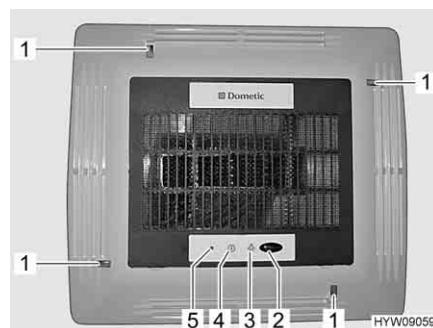

Fig. 138 Unità a soffitto
- Premere il tasto On/Off (Fig. 138,4) sull'unità a soffitto. Una pressione breve inserisce la modalità standby, una pressione lunga inserisce l'impianto di climatizzazione.
- Premere il tasto On/Off (Fig. 138,4) sull'unità a soffitto. L'impianto di climatizzazione è disinserito.
Il diodo luminoso (LED) (Fig. 138,5) sull'unità a soffitto (Fig. 138) indica lo stato di funzionamento dell'impianto di climatizzazione:
- Premere brevemente il tasto illuminazione (Fig. 138,3) nell'unità a soffitto.
**Regolazione flusso d'aria:** ■ Direzionare le lamelle della bocchetta di uscita aria dell'unità a soffitto nella posizione desiderata, servendosi delle rotelle di regolazione (Fig. 138,1).
**Invio diretto dell'impostazione:** ■ Puntare il trasmettitore a infrarossi del telecomando verso il ricevitore a infrarossi (Fig. 138,2) sull'unità a soffitto.
■ Puntare il trasmettitore a infrarossi del telecomando verso il ricevitore a infrarossi (Fig. 138,2) sull'unità a soffitto.